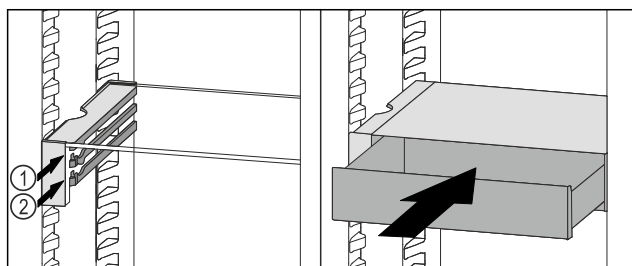

Fig. 138
- ▶ Założyć szufladę VarioSafe za stoperami na wybranych żebrach Fig. 138 (1) lub Fig. 138 (2).